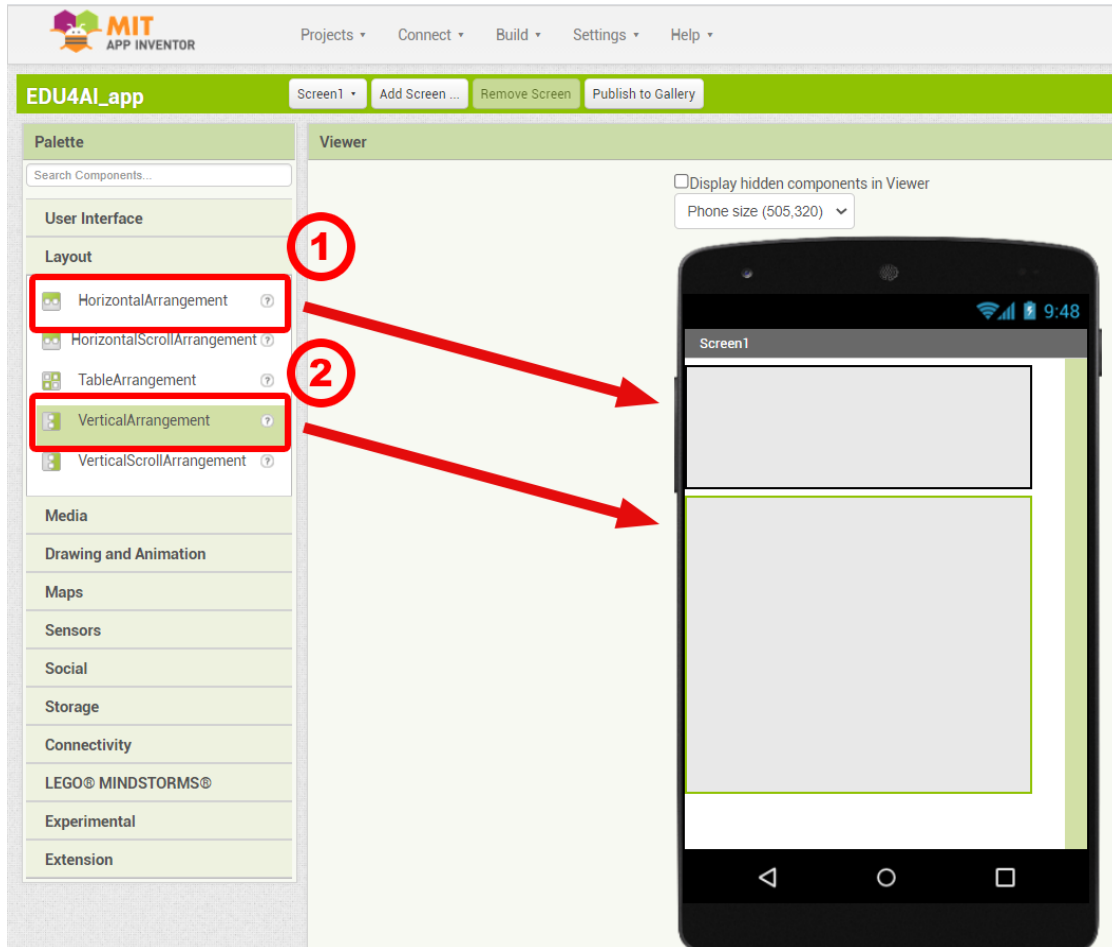

Figure 2 : Glisser-déposer les deux éléments de la mise en page sur l'écran
allons ajouter deux éléments de mise en page, à savoir une mise en page horizontale qui accueillera le ListPicker et les boutons de déconnexion, et une mise en page verticale qui accueillera les boutons de navigation. Par conséquent, à partir de l'onglet "Disposition", nous ferons glisser les composants "Disposition horizontale" (1) et "Disposition verticale" (2), et nous les déposerons sur l'écran (Figure 2).